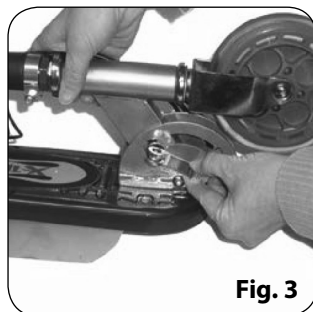

Fig. 3
4. Pour déplier la trottinette, relâchez l'anneau du guidon qui se trouve à la base de la trottinette. Voir Fig. 3.